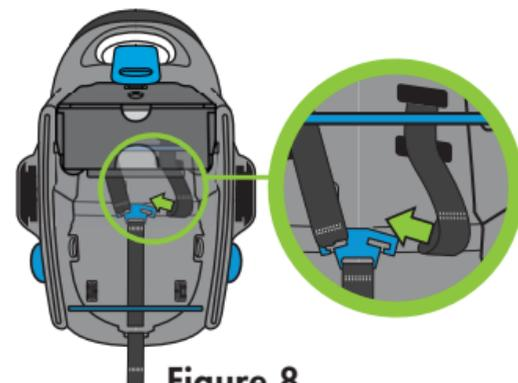

Figure 8
- Tenez la chape argentée en métal du harnais bien droite en vous assurant qu'il n'y a pas de torsion dans la sangle de réglage du harnais et faites glisser l'extrémité de la boucle de chaque sangle de harnais d'épaule dans la fente de la chape en métal du harnais, en veillant à ce que chaque sangle soit complètement à l'intérieur de la fente, comme indiqué à la **Figure 8**.